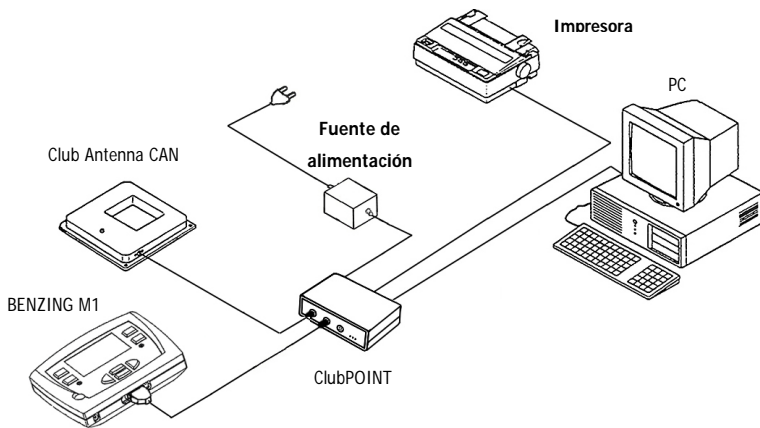
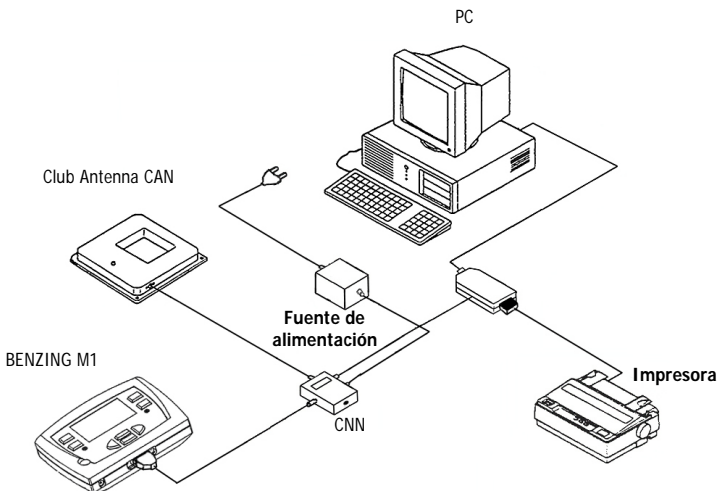

Figura 3.1 -Sistema de club usando el reloj BENZING M1 y la conexión al dispositivo clubPOINT
Figura 3.2 – Sistema del aficionado BENZING M1 y nodo de red CNN (Sistema viejo)
La forma en que el sistema de club debe ser instalado se exhibe en la figura 3.1 que muestra cómo usar el clubPOINT. El clubPOINT ha sustituido el CNN (nodo de red) y CPN (nodo de impresora). La Instalación se puede realizar y es posible también usando estos dispositivos más viejos y se explica en la figura 3.2. Ninguna estructuración del sistema es posible en la combinación con el club Cobox! (no es posible combinar partes del sistema viejo al club point aunque ahora ya existe el nuevo sistema de club digital todo en una sola pieza y la figura de cómo se conecta esta en la hoja de datos).
- En el sistema del club la unidad de la fuente de alimentación debe estar siempre conectada al enchufe correspondiente del club POINT o al nodo de red CNN (vea la figura 3.1 o 3.2). El enchufe para conectar la fuente de alimentación al reloj BENZING M1 no puede usarse como así en este caso, y la fuente de alimentación conectarlo a la antena CAN del club es imposible.
- Antes de conectar la unidad de la fuente de alimentación, verifique si la instalación corresponde a la figura 3.1 o 3.2. Cerciórese de que antes de conectar el BENZING M1 ningún dispositivo contenga humedad en las partes electrónicas y si es así no lo conecte a la energía eléctrica de otra manera solo verifique que el BENZING M1 y todos los dispositivos funcionen de acuerdo a las condiciones de uso mencionadas en 3.1.